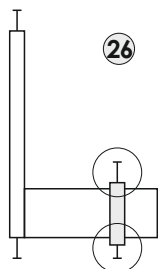

рис. 26
26. Отрегулируйте по высоте нижние опорные подпятники на направляющих ящика (рис.26).
Выкрутите верхние опорные подпятники на направляющих ящика до упора в дно ванны (рис.26).